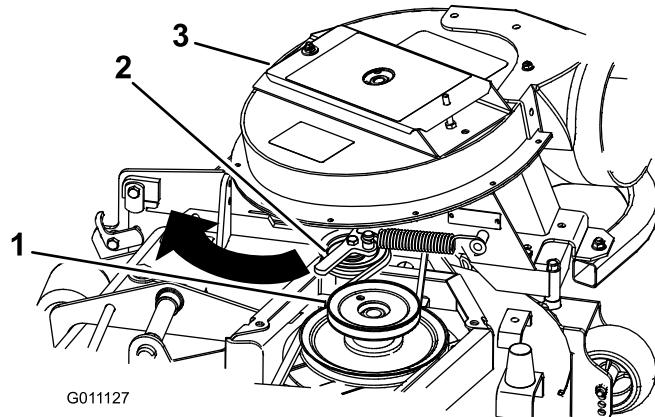

Figura 19
- Tirate indietro la puleggia tendicinghia caricata a molla ed avvolgete la cinghia attorno alla puleggia del piatto di taglio. Assicuratevi che la cinghia sia avvolta attorno alle puleggi del soffiatore correttamente (Figura 19).